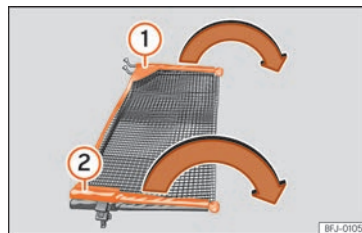

Fig. 151 Déplier le filet de séparation.
Dépliez les barres transversales » » **fig. 151** ① et ② du filet dans le sens des flèches jusqu'à ce que vous entendiez un « clic ».